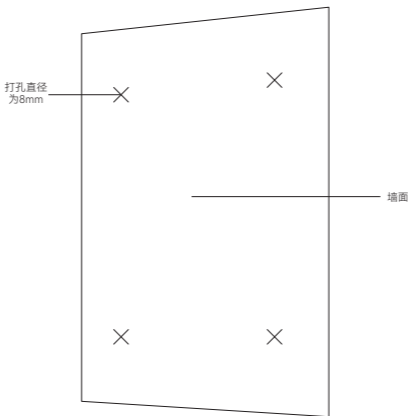

图3-1 固定打孔标记示意图
(1) 使用铅笔、记号笔或其他物品对固定安装孔进行螺钉孔定位标记。如图3-1示；